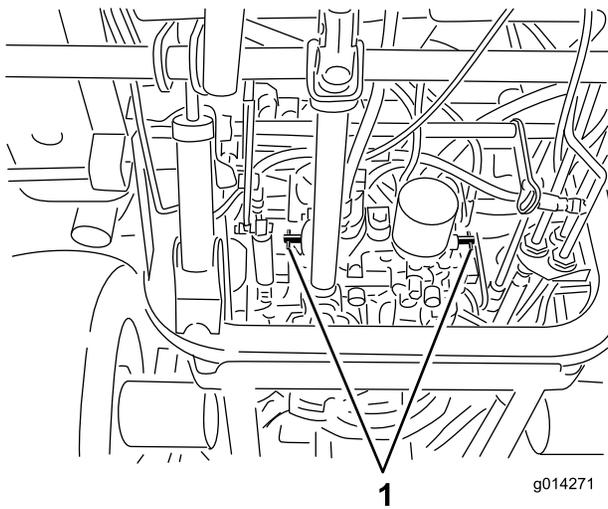

Figure 28
4. Tournez chaque vanne de dérivation d'un tour dans le sens antihoraire (Figure 28).
1. Tournez chaque vanne de dérivation d'un tour dans le sens horaire et serrez-les à la main (Figure 28).
2. Serrez les vannes à 8 N·m approximativement, comme montré à la Figure 28.